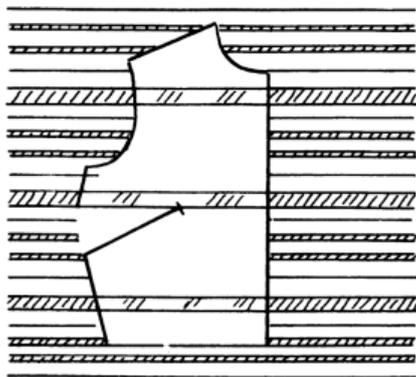

Рис. 33
ДЛЯ ПРАВИЛЬНОГО ИСПОЛЬЗОВАНИЯ ЛЕКАЛА НЕОБХОДИМО ВНЕСТИ ДОПОЛНЕНИЯ (РИС. 33)
1. Возьмите основную часть лекала (обычно это перед) и расположите ее на ткани так, чтобы определить наиболее гармоничное положение полос. Выберите самую заметную полосу и перенесите ее на лекало в нескольких местах (рис. 33).